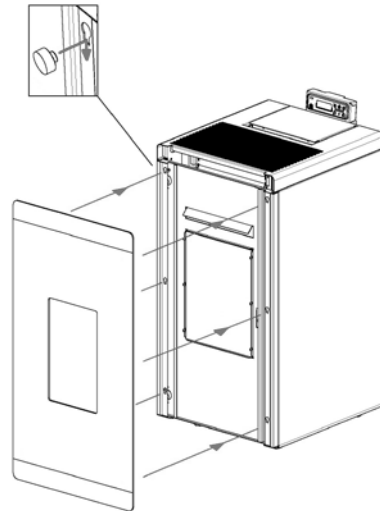

Fig. 41 - Das Glas positionieren
- Das Glas auf die Metalltür positionieren: Die Köpfe der Schrauben in den Öffnungen der Tür einhaken (siehe **Fig. 41**).